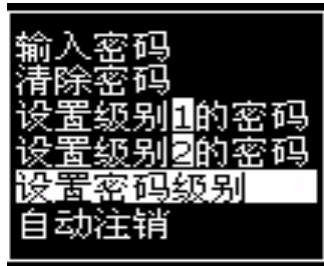
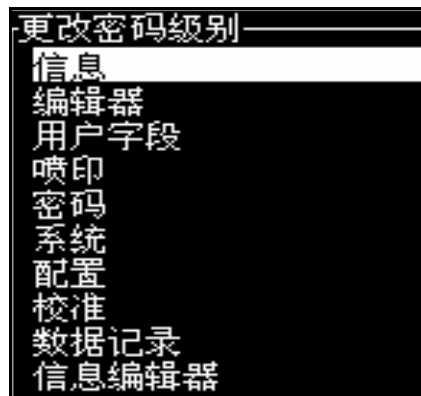
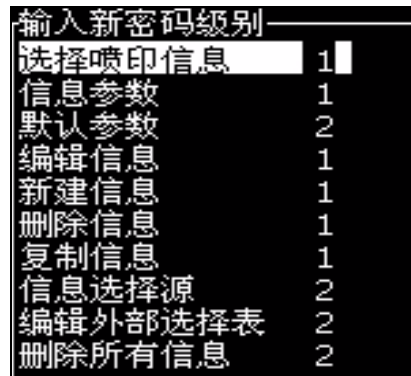

图 4-8: 设置密码级别
图 4-9: 更改密码级别
图 4-10: 输入新密码级别
- 1 按下 *Alt + w*，然后选择 *Set Password Levels*（设置密码级别）（参见图 4-8），打开 *Change Password Levels*（更改密码级别）屏幕（参见图 4-9）。
- 2 选择需要更改密码级别访问的菜单（参见图 4-9），然后按下 *Enter* 按键。即会打开 *Enter New Password Level*（输入新密码级别）屏幕（参见第 4-6 页的图 4-10）。